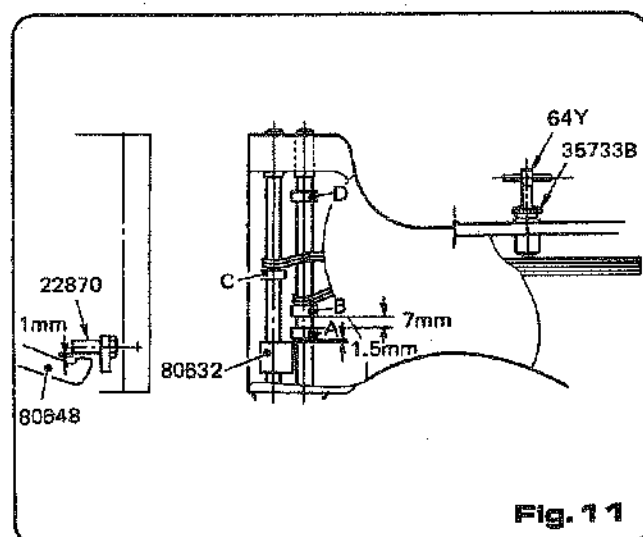

Fig. 11
1. Adjust and set the presser bar holder (80632) so that the clearance between the presser lifter lever (80648) and the presser lifter pin (22870) is 1mm, as shown in (Figure 11).
4-8 押エ金の調整 (Fig.11)
1. 押エ棒 (80660) の先端と押エ棒ピン (22870) の間隔が 1mm になるよう、押エ棒抱キ (80632) のネジ (95) を緩めて調整します。
2. 押エ棒抱キとカラー A の間隔を 1.5mm に、カラーのネジ (98) を緩め、調整して下さい。
- b) 押エ圧の調整 (Fig.11)